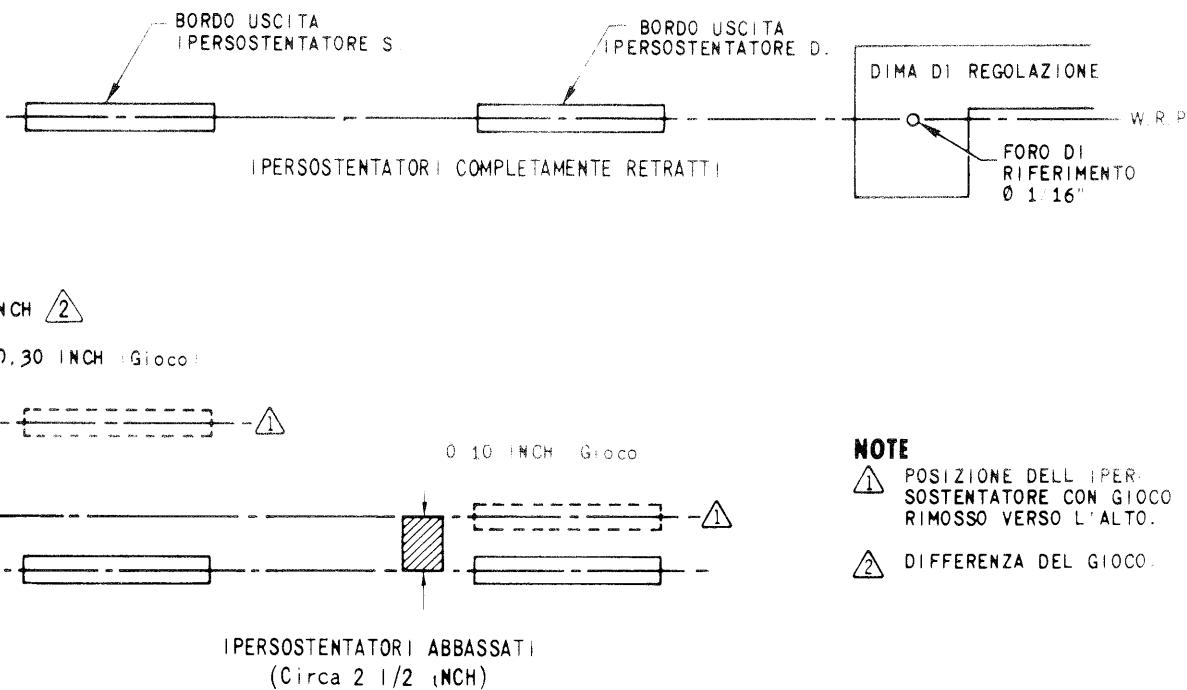
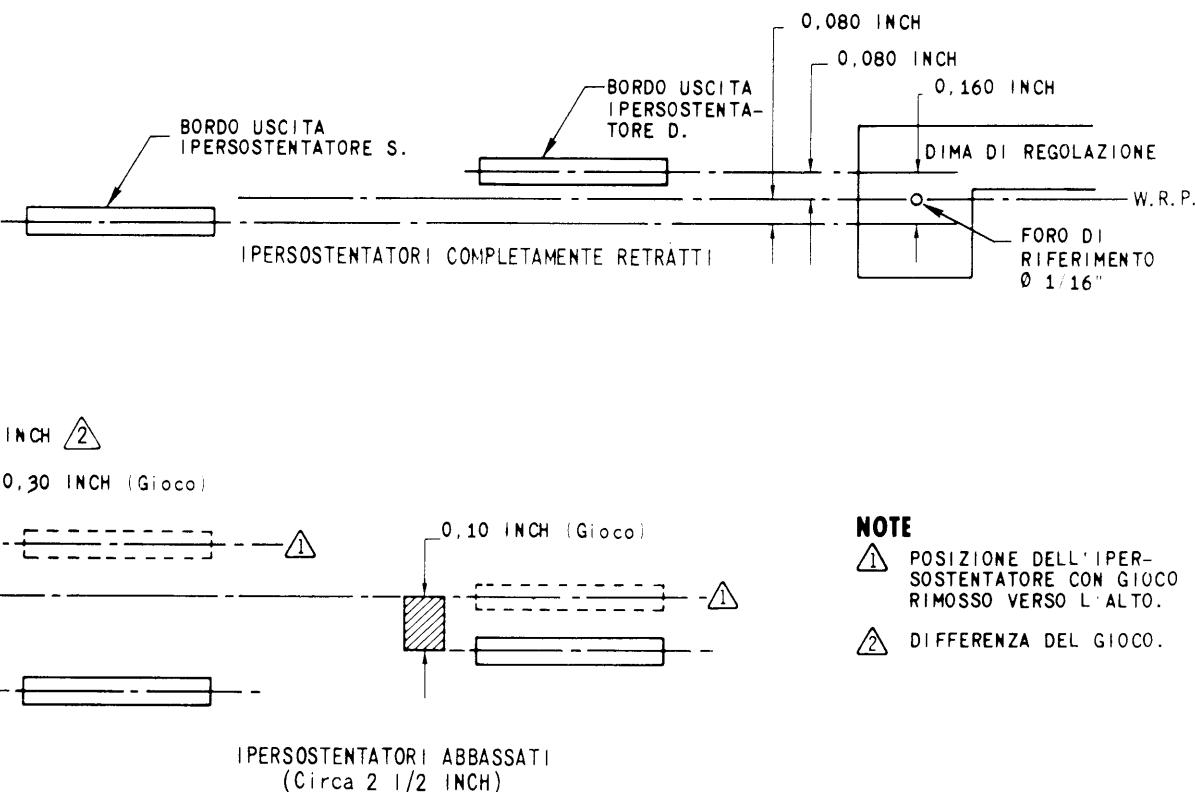

Fig. 8-18. Esempio di regolazione della posizione retratta degli ipersostentatori B.U. con differenza del gioco sul comando non compensata.
Fig. 8-19. Esempio di regolazione della posizione retratta degli ipersostentatori B.U. con differenza del gioco sul comando compensata.
- Esempio: si supponga che l'ipersostentatore destro abbia un gioco di 0,10 inch e che quello sinistro abbia un gioco di 0,30 inch e che entrambi gli ipersostentatori siano allineati con i fori di riferimento sulla dima di registrazione quando sono completamente retratti. Questa condizione è illustrata nella fig. 8-18 (in questo esempio, se durante il volo gli ipersostentatori fossero abbassati in posizione TAKE OFF o LAND, i carichi aerodinamici sulle superfici annullerebbero il gioco e porterebbero gli ipersostentatori in una condizione asimmetrica, a causa della differenza dei giochi nei meccanismi di comando, provocando così una condizione di instabilità laterale). Rieseguendo lo spessoramento degli angolari di battuta in modo che l'ipersostentatore sinistro del B.U. sia al limite inferiore e quello destro al limite superiore delle tolleranze di allineamento (come specificato in fig. 8-11), si correggono le posizioni degli ipersostentatori in modo che essi si dispongano come in fig. 8-19. In tal modo l'asimmetria sotto carico tra l'ipersostentatore destro e sinistro viene portata da 0,20 a 0,04 inch, riducendo perciò la tendenza alla instabilità laterale del velivolo durante il volo.